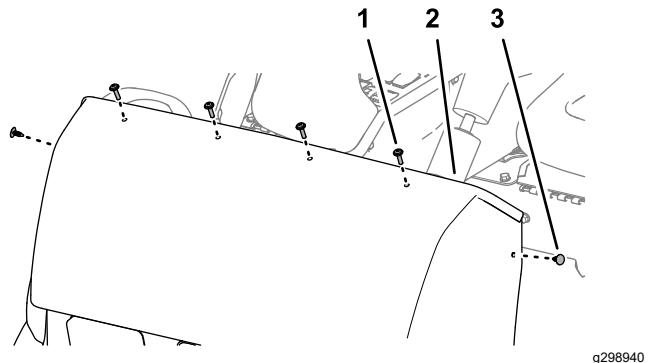

Figura 140
3. Prenda o capot ao suporte do painel (Figura 140) com 4 parafusos Parafuso Phillips ($\frac{1}{4} \times 1$ pol.).
2. Monte o capot no suporte do painel com 2 fixadores de pressão (Figura 140).